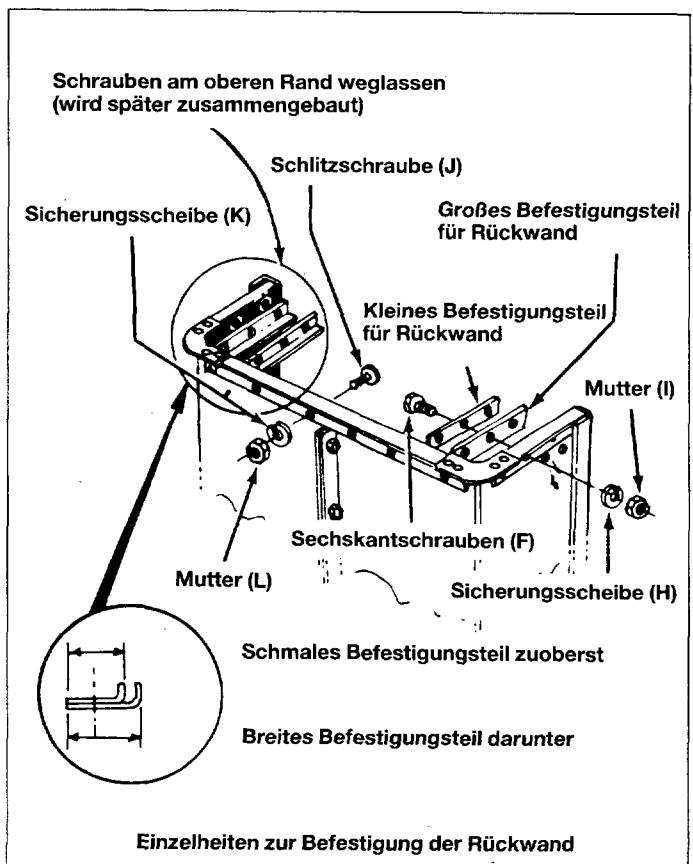

Bild 5
- Das Befestigungsteil für die Rückwand (Z) über dem hinteren Teil des Wagens anbringen. Siehe Bild 5.
- Die Schrauben (J) durch das Unterteil des Wagens und die Befestigungsbeschläge anbringen. Sicherungsscheiben (K) und Muttern (L) montieren. Nur diese leicht anziehen (die Schrauben werden von der Innenseite des Wagens montiert). Siehe Bild 5.
- Die Beschläge (S) an die Rückwand montieren, so daß die Bohrungen parallel zur Rückwandverstärkung und den Wagenseiten laufen. Siehe Bild 5 zur genaueren Information.
- Mit 6 Sechskantschrauben (F), Sicherungsscheiben (H) und Muttern (I) festschrauben. Siehe Bild 5.